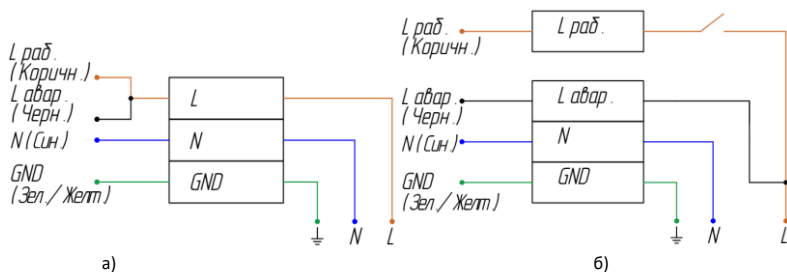

Рисунок 10 — Схема подключения аварийного светильника:
5.4.4. Если предполагается включать и выключать светильник в рабочем режиме, присоедините фазный рабочий провод (L_{раб.}) к клемме L_{раб.} через выключатель (см. рисунок 10, б). В данном случае возможно включение/отключение рабочего освещения через выключатель. В случае возникновения аварийного отключения электроэнергии светильник автоматически перейдет в аварийный режим при любом положении выключателя.
6.1.6. Если предполагается включать и выключать светильник в рабочем режиме, присоедините фазный рабочий провод (Лраб.) к клемме Лраб. через выключатель (см. рисунок 10, б). В данном случае возможно включение/отключение рабочего освещения через выключатель. В случае возникновения аварийного отключения электроэнергии светильник автоматически перейдет в аварийный режим при любом положении выключателя.
6.2.7. Если предполагается включать и выключать светильник в рабочем режиме, присоедините фазныи рабочий провод (Лраб.) к клемме Лраб. через выключатель (см. рисунок 10, б). В данном случае возможно включение/отключение рабочего освещения через выключатель. В случае возникновения аварийного отключения электроэнергии светильник автоматически перейдет в аварийныи режим при любом положении выключателя.